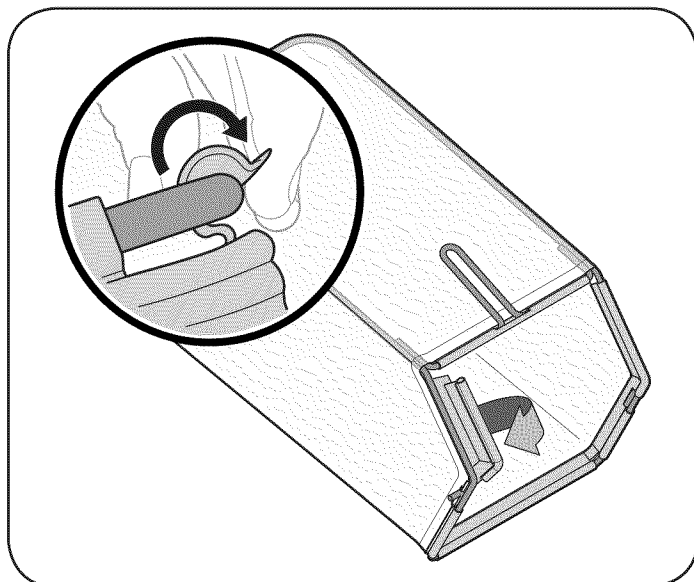

Figura 7
- B. Deslice el canal de plástico sobre los ganchos del marco. Vea la figura 7.